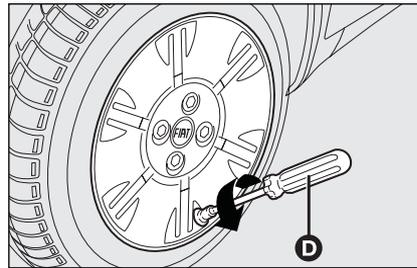

fig. 15
- svitare il cappuccio della valvola del pneumatico, estrarre l'elemento interno valvola mediante l'utilizzo dell'attrezzo **D-fig. 15**, avendo cura di non appoggiarlo su sabbia o sporco;